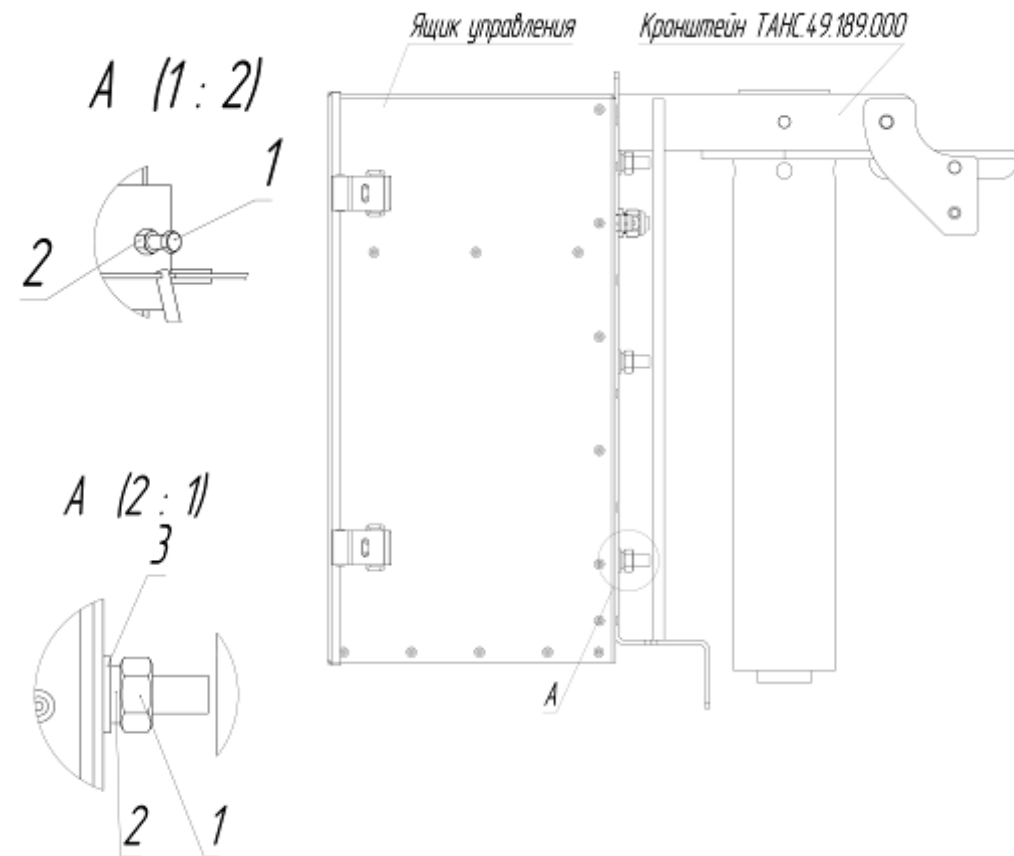

Рисунок 3.
5.3. Для установки ящика управления на кронштейн ТАНС.49.189.000 необходимо открутить шесть гаек М10 (поз.1), снять плоские (поз.3) и гроверные (поз.2) шайбы, расположенные на задней стенке ящика управления (Вид «А» Рисунок 3).